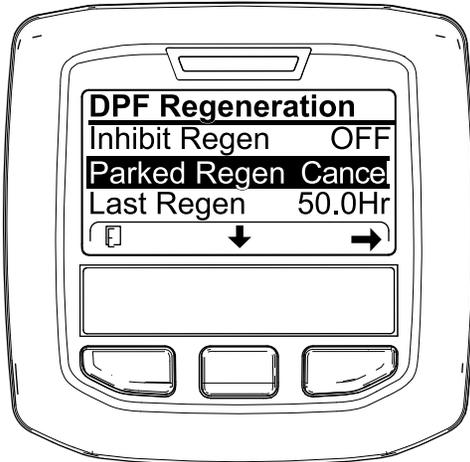

Figura 69
1. Accedete al menu DPF Regeneration (Rigenerazione FAP) (Figura 69).
2. Premete il pulsante centrale per scorrere il menu verso il basso fino all'opzione PARKED REGEN CANCEL (Figura 69) o all'opzione RECOVERY REGEN CANCEL (Figura 70).
3. Premete il pulsante destro per selezionare la voce Cancel relativa alla rigenerazione (Figura 69 o Figura 70).